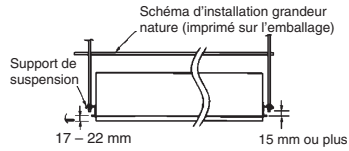
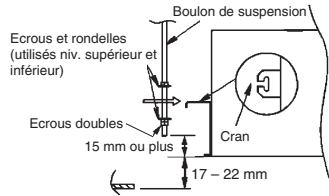

Fig. 3-6
Fig. 3-7
- (1) Les mesures du trou du plafond et des positions du boulon de suspension doivent être telles qu'indiquées sur la Fig. 3-1. S'assurer que la longueur des boulons de suspension dépasse de 15 mm minimum la partie inférieure de la bride de suspension de l'unité. Se reporter à la Fig. 3-6.
- S'assurer que la longueur des boulons de suspension dépasse de 15 mm minimum la partie inférieure de la bride (voir la Fig. 3-7). Si les boulons de suspension sont trop longs, ils entreront en contact avec le plafonnier et le couvercle du moteur d'ailette, ce qui empêchera l'installation.
- (3) Monter les 3 écrous hexagonaux et 2 rondelles (fourniture sur site) sur chacun des 4 boulons de suspension de la manière indiquée en Fig. 3-7. Utiliser 1 écrou et 1 rondelle pour le côté supérieur et 2 écrous et 1 rondelle pour le côté inférieur de manière que l'unité ne tombe pas des pattes de suspension.
- (4) L'unité intérieure doit être suspendue aux boulons de suspension (Fig. 3-7) de manière que la distance entre le bas de la patte de suspension et la face inférieure du plafond soit de 17 à 22 mm. (Fig. 3-6) L'espace entre l'unité intérieure et la face inférieure du plafond est ajustable une fois que le plafonnier est fixé à l'unité.